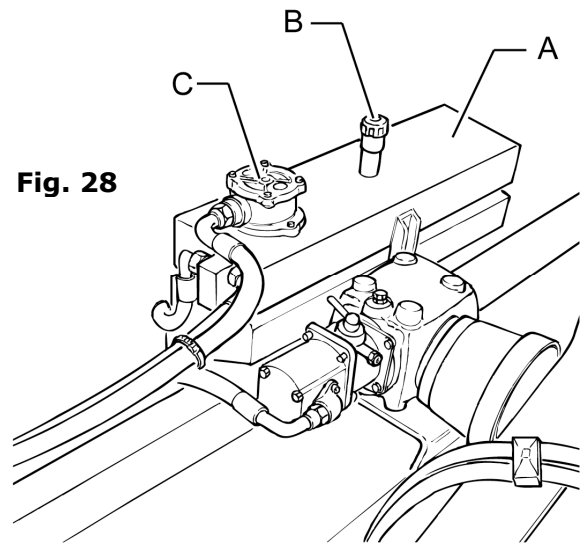

Fig. 28
- Après les 50 premières heures de travail faire le vidange dans le réservoir de l'huile A (fig. 28). \*
- Contrôler le niveau de l'huile dans le réservoir A (fig. 28) à travers le bouchon B.
- Remplacer le filtre à huile C (fig. 28). \*